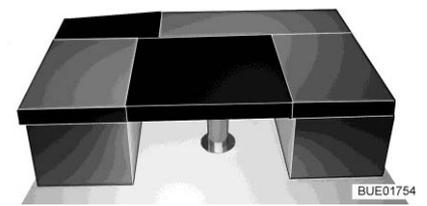

Fig. 84 Après la transformation
- Poser le coussin supplémentaire rectangulaire sur la table (entre les coussins d'assise des banquettes, voir Fig. 84).